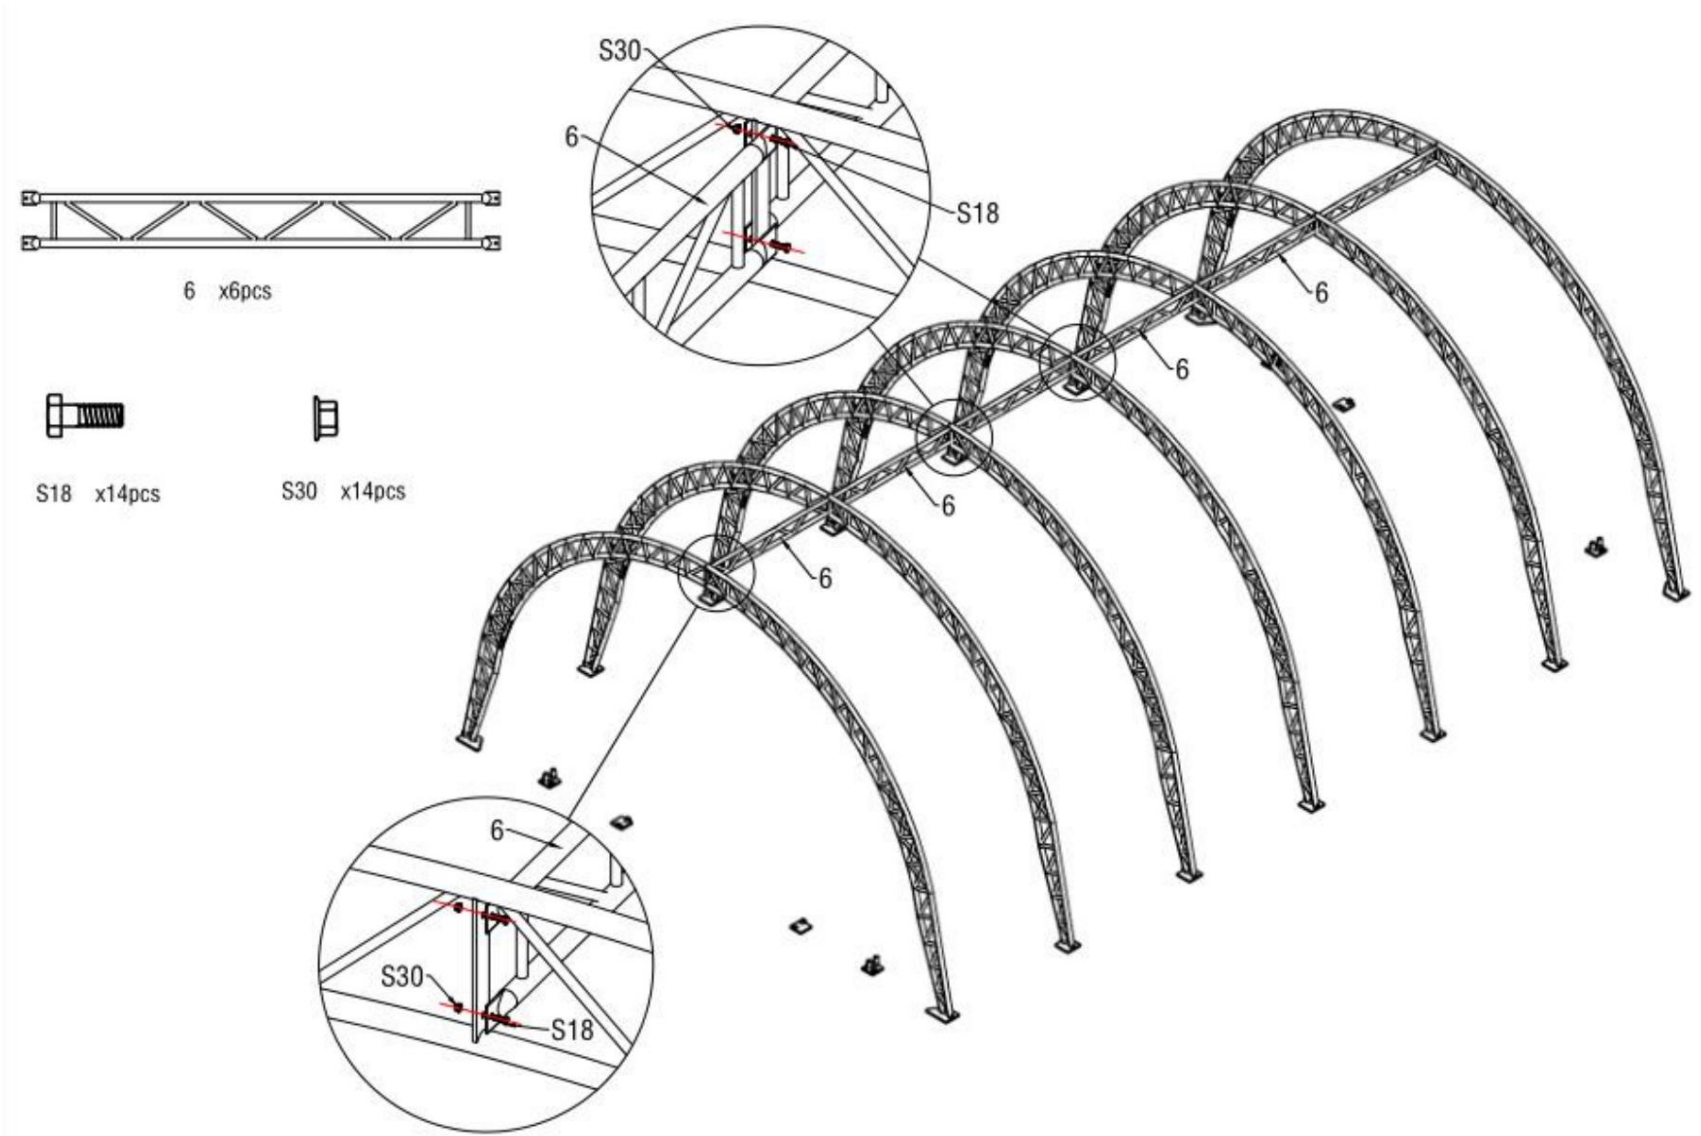

Figure 7
4. La figure 7 ci-dessus illustre l'installation des arches dans les platines. Assemblez-les à l'aide de pannes à double treillis (n° 6) à l'aide de vis M10x30 (n° S18). Assemblez ensuite les arches à l'aide de pannes (n° 7) à l'aide de vis M10x30 (n° 18). Fixez ensuite les autres pannes. Le cadre tendu est terminé comme illustré ci-dessous (figure 8).